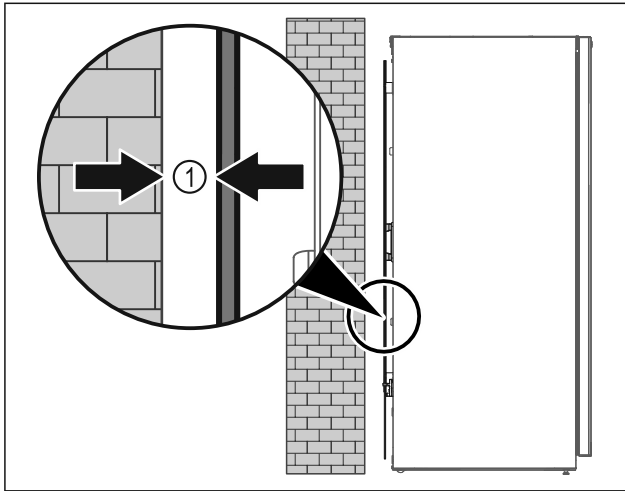

Fig. 6
- ▶ Поставити пристрій в приміщенні окремо або безпосередньо до стіни на відстані 5 мм Fig. 6 (1).